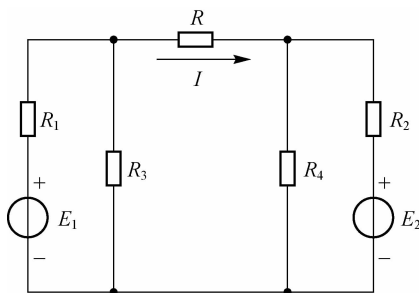

图 2-45 计算题 5 的电路图
5. 图 2-45 所示电路中, 已知 $E_1=45\text{ V}$, $E_2=48\text{ V}$, $R_1=5\text{ }\Omega$, $R_2=3\text{ }\Omega$, $R_3=20\text{ }\Omega$, $R_4=6\text{ }\Omega$, $R=2\text{ }\Omega$, 求流过 R 的电流 I 。